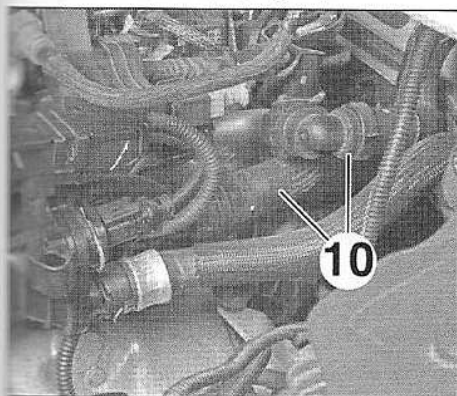

FIG.118
- Débrancher les durits (10) (Fig.118).